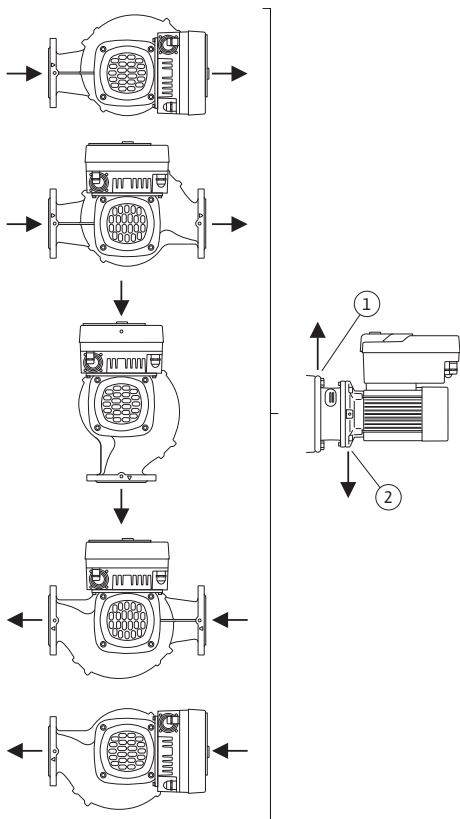

Fig. 19: Допустимые монтажные положения с горизонтальным валом
- При горизонтальном положении вала электродвигателя отверстие для отвода конденсата должно быть направлено вниз (Fig. 19, поз. 2). При необходимости электродвигатель следует повернуть.